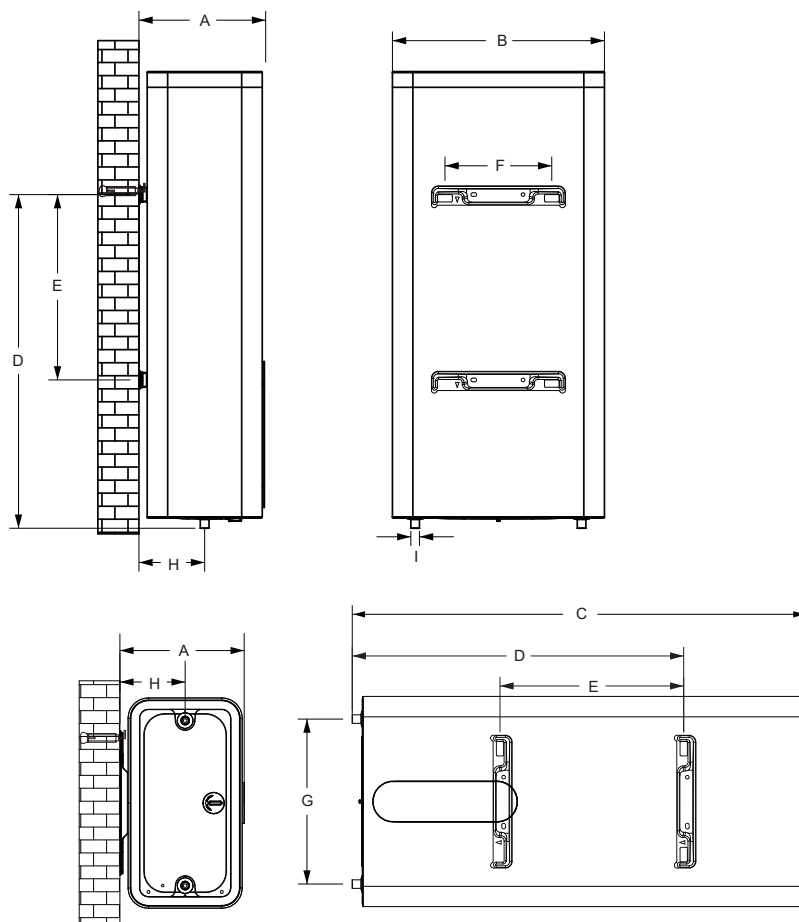

Fig. 02
2. Utilice un taladro para realizar los orificios a una profundidad de al menos 90 mm en la pared. Estos orificios deben estar alineados **(ver Fig. 02)**.